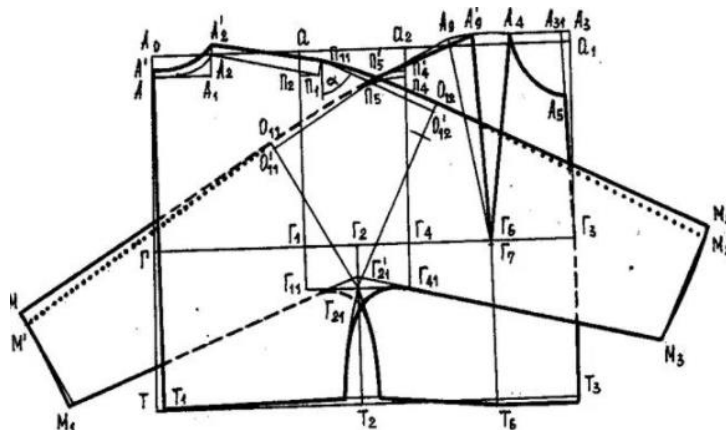

Рис.19.1- Чертёж верхнего участка проймы полочки.
1. Используя чертёжные принадлежности, произвести построение чертежа конструкции с цельнокроеными рукавами мягкой формы (рис.19.1).